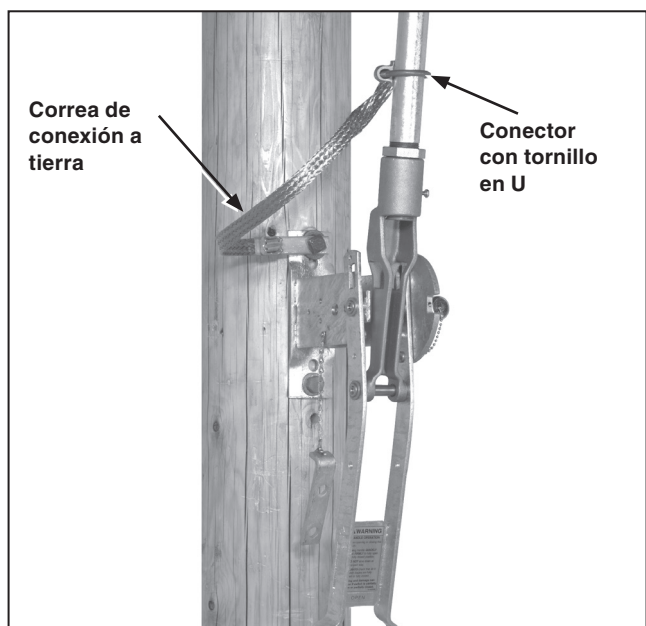

Figura 21. Enganchando la correa de conexión a tierra.
PASO 19. Sujete el extremo libre de la correa de la conexión a tierra a la sección del tubo de operación vertical más baja unas cuantas pulgadas por encima del ensamble de la palanca de operación con el conector perno U suministrado para este propósito. Ver Figura 21. Posteriormente, conecte el extremo inferior de la correa a una conexión a tierra adecuada, usando el conector de la puesta a tierra proporcionado en ese extremo de la correa. ●